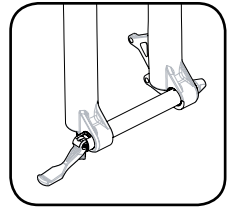

fig. 2
- Mettez le levier Maxle en position ouverte (**fig. 2**). Assurez-vous que le levier s'engage bien dans la fente correspondante de l'axe.